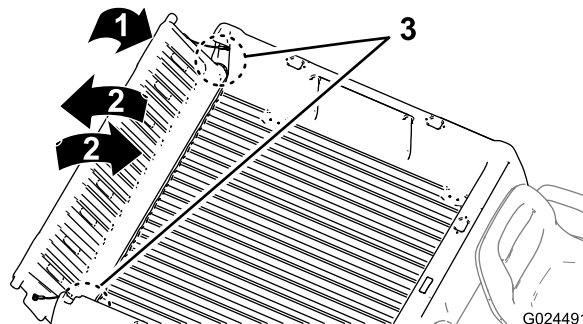

図 14
- B. テールゲートを 45° 程度の角度にする (図 14)。
- C. この位置から、テールゲートを小刻みに前後に振るように数回往復させる (図 14)。